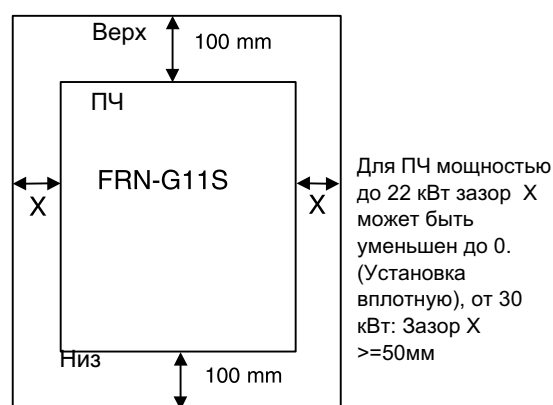

Рисунок 2-2-1
- При работе преобразователь частоты нагревается, поэтому зазоры, изображенные на Рис. 2-2-1 необходимы, чтобы обеспечить достаточное охлаждение. Так как теплый воздух поднимается вверх, не устанавливайте ПЧ под приборами восприимчивыми к тепловому воздействию.